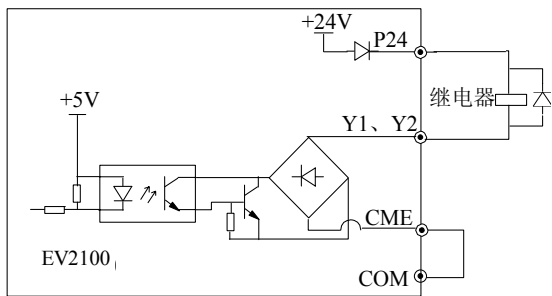

图3-28 多功能输出端子接线方式1
①多功能输出端子Y1、Y2可使用变频器内部的24V电源，接线方式请参见图3-28。